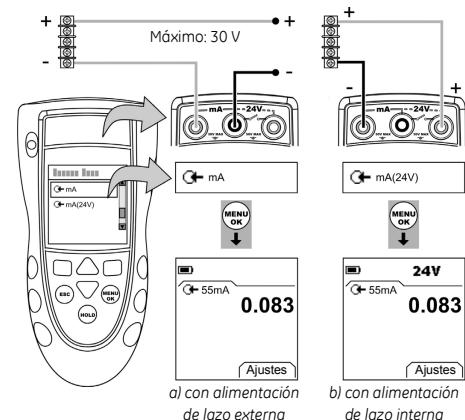

Figura 4: Ejemplo de configuración - Medición de mA
- Conecte el instrumento (Figura 4) y, si es necesario, ajuste las opciones de Configurar (Tabla 1).